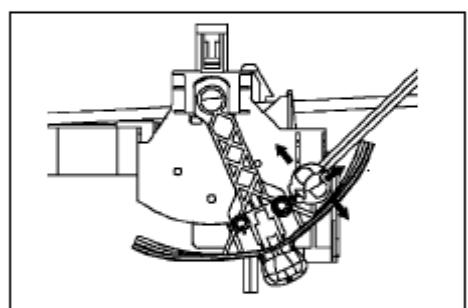

Рис. 433
- (1) Снимите фиксирующий зажим и снимите трос выбора режима подачи воздуха(рис. 433)**